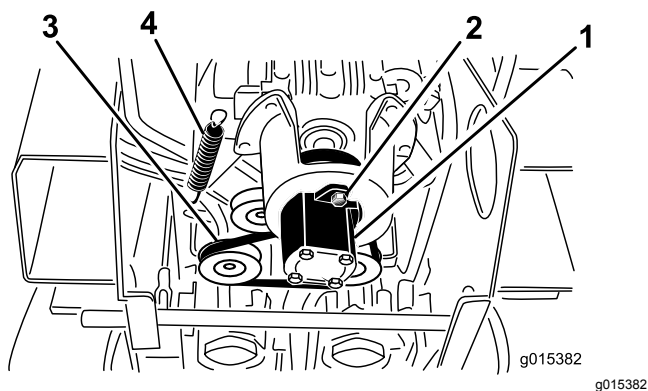

Figura 50
5. Solte os 2 parafusos da bomba (Figura 50).
6. Gire a bomba no sentido anti-horário, soltando o da polia, para baixo (Figura 50).
7. Com auxílio de um saca-mola (entre em contato com a assistência técnica autorizada) ou um gancho metálico rígido, puxe a extremidade da mola da polia conduzida, retirando-a de seu parafuso para afrouxar a correia (Figura 50).